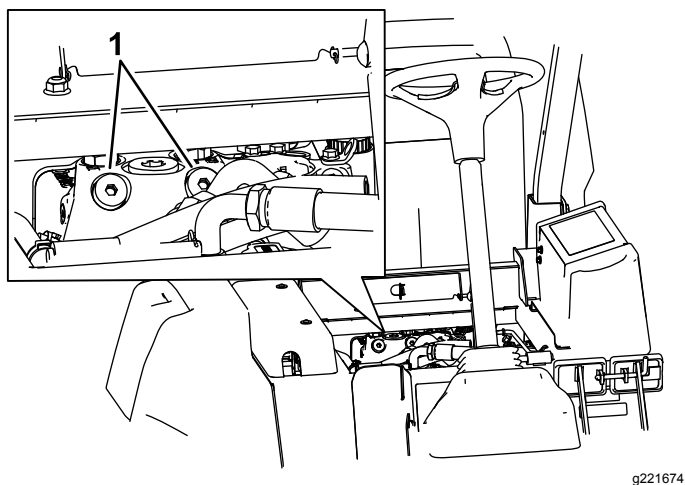

図 70
1. 運転席を倒して燃料タンク前部の下にあるバイパスバルブを見つける 図 70。